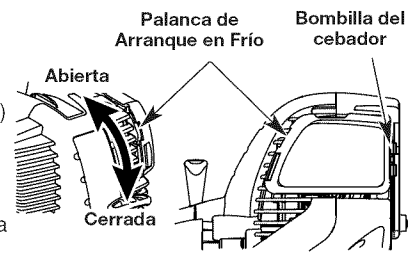

Fig. 10
SI ESTÁ FRÍO... Para funcionamiento en tiempo de frío (por debajo de 40°F), gire la palanca de arranque para tiempo frío (Fig. 10) hacia abajo hasta la posición de arranque/ cerrada y continúe al paso 3. NO gire esta palanca hacia abajo si la temperatura está por encima de 40°F.
3. Oprima completamente y libere la pera del cebador 10 veces, lentamente. Deberá verse alguna cantidad de combustible en la pera del cebador (Fig. 10). Si no puede ver combustible en la pera, oprima y suelte la pera tantas veces como sea necesario hasta que vea combustible en la misma.
- SI ESTÁ FRÍO...** Para funcionamiento en tiempo de frío (por debajo de 40°F), gire la palanca de arranque para tiempo frío (Fig. 10) hacia abajo hasta la posición de arranque/ cerrada y continúe al paso 3. NO gire esta palanca hacia abajo si la temperatura está por encima de 40°F.